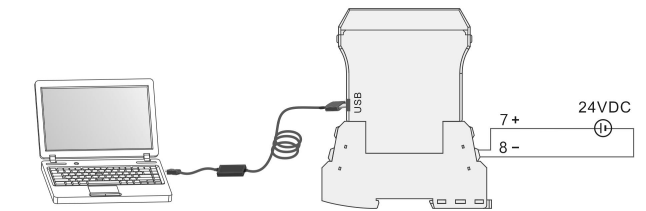

图 3 通过 USB 接口与计算机的连接示意图
- 使用 CR2205 适配电缆通过温度变送器的 USB 接口连接到计算机，见图 3。无需接入输入信号，在通电状态下(端子 7 和 8 接入 24VDC 电源)。通过计算机工具软件对 DS-MT11H (或 DS-MT11)的输入信号类型、量程范围、零点、满度等项参数进行设置。